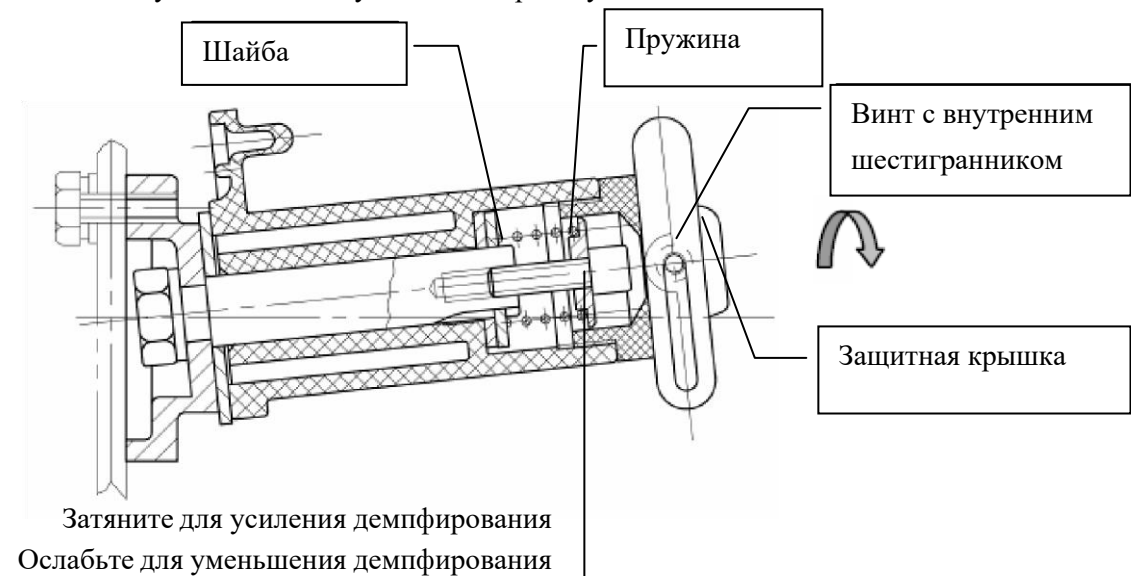

Рисунок 7: Регулировка демпфирования оси катушки с проволокой
9. Регулировка демпфирования оси катушки с проволокой (см. Рисунок 7)